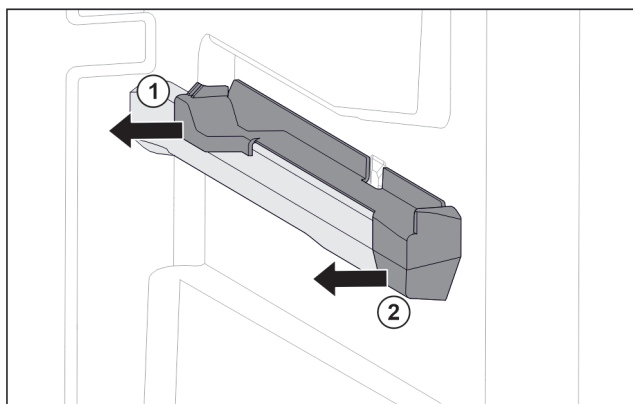

Fig. 117 Nasazovací díl na pravém žebrování na nádoby
- Stáhněte nasazovací díl vzadu na stranu. Fig. 117 (1)
- Stáhněte nasazovací díl vpředu na stranu. Fig. 117 (2)